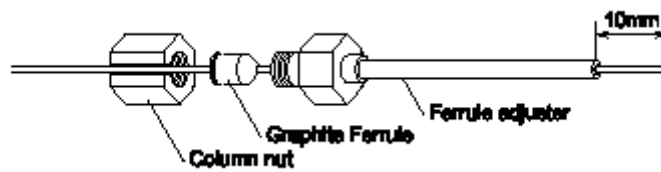

图 1.3 调节色谱柱长度
- (2) 再将色谱柱穿过压环安装管，并在管口伸出约 10mm 的长度，将柱螺母拧紧，使石墨环紧紧的卡在色谱柱上。（柱螺母应先用手工拧紧，然后再用扳手拧 3/4 圈）（图 1.3）